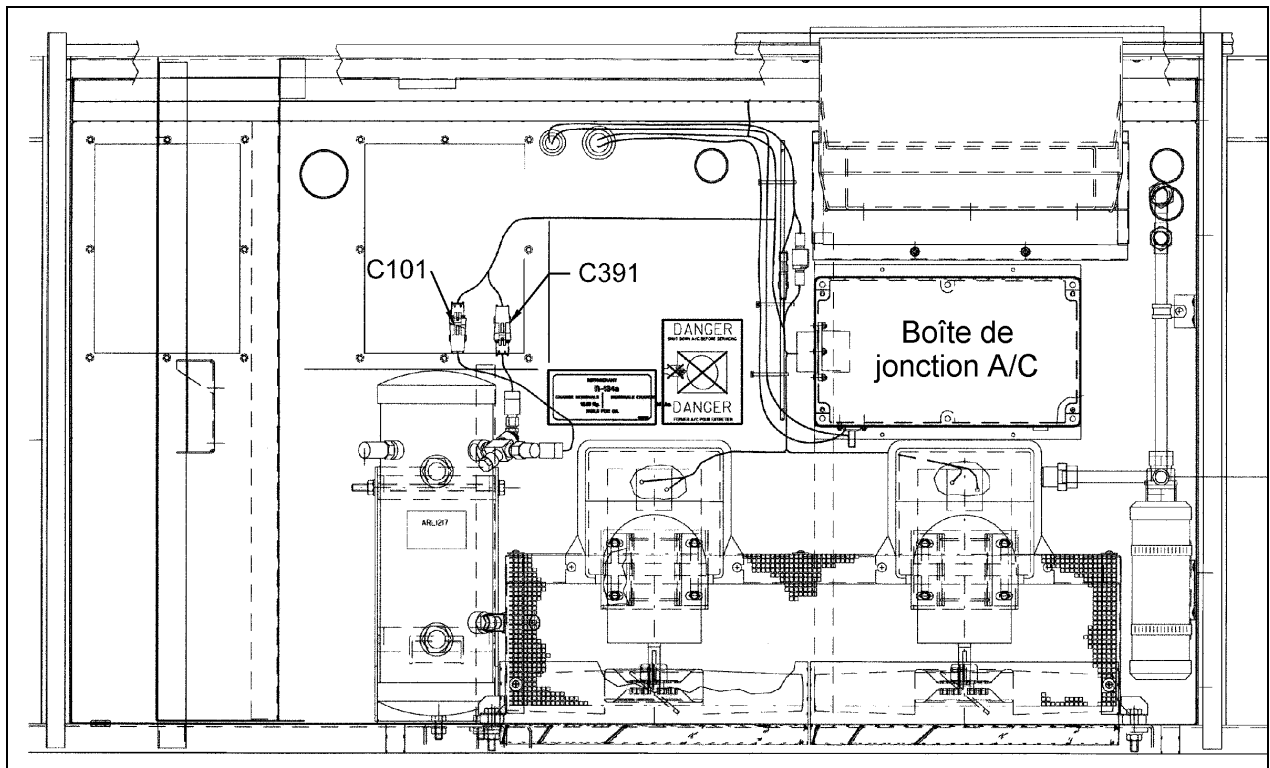

Figure 5 : Intérieur du compartiment condenseur. Emplacement de la boîte de jonction de l'air climatisé.
2. Localiser la boîte de jonction de l'air climatisé (figure 5), à la droite du compartiment condenseur. Enlever le couvercle de cette boîte ;